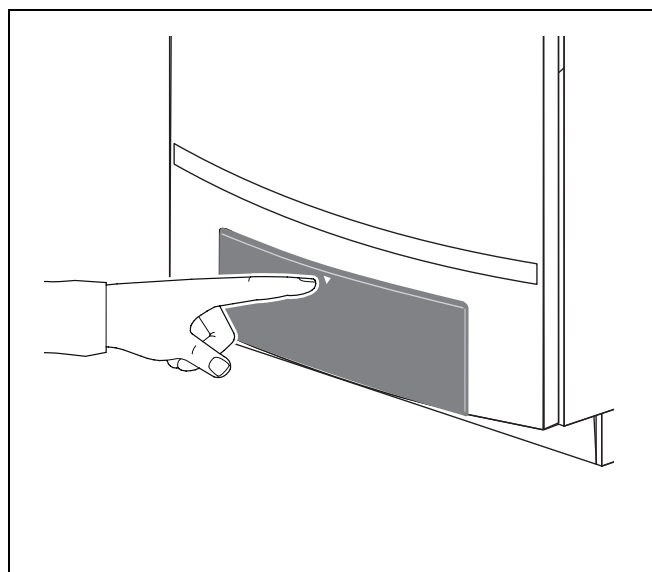

Fig. 2 Ouvrir le tableau de commande
La chaudière est équipée d'un module de commande, le contrôleur de base BC10 (fig. 2). Ce module vous permet de piloter votre installation de chauffage.
- Ouvrir le tableau de commande en appuyant (fig. 2).